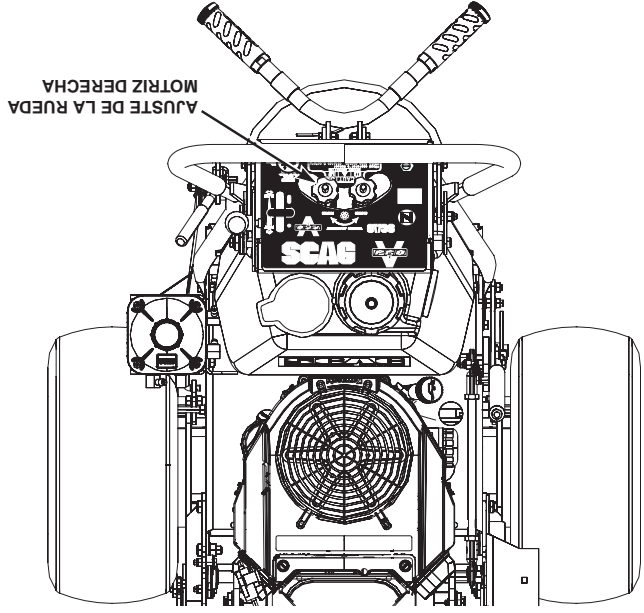

Figura 6-1 Ajuste de la rueda motriz derecha
- A. Detenga la máquina y coloque la palanca de control de velocidad en la posición neutral. Gire la perilla de ajuste de alineación de la rueda derecha en el sentido contrario a las agujas del reloj. Esto causará que la varilla de control golpee menos la bomba del lado derecho, disminuyendo la velocidad de la rueda de dicho lado. (Vea la Figura 6-1)
4. Ajuste la rueda derecha girando la perilla de ajuste de alineación en el sentido de las agujas del reloj hasta que la rueda motriz derecha gire hacia adelante. Gire la perilla de ajuste de alineación en el sentido contrario a las agujas del reloj hasta que la rueda motriz deje de moverse. Gire la perilla de ajuste de alineación en el sentido contrario a las agujas del reloj, 1/2 vuelta adicional. (Vea la Figura 6-1).